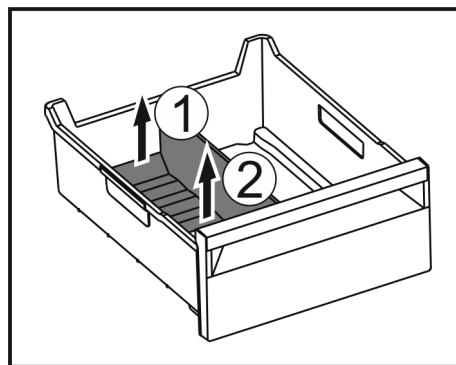

Fig. 191
- Hinteren Teil des Eisfach-Trenners anheben. Fig. 191 (1)
- Eisfach-Trenner nach oben entnehmen. Fig. 191 (2)